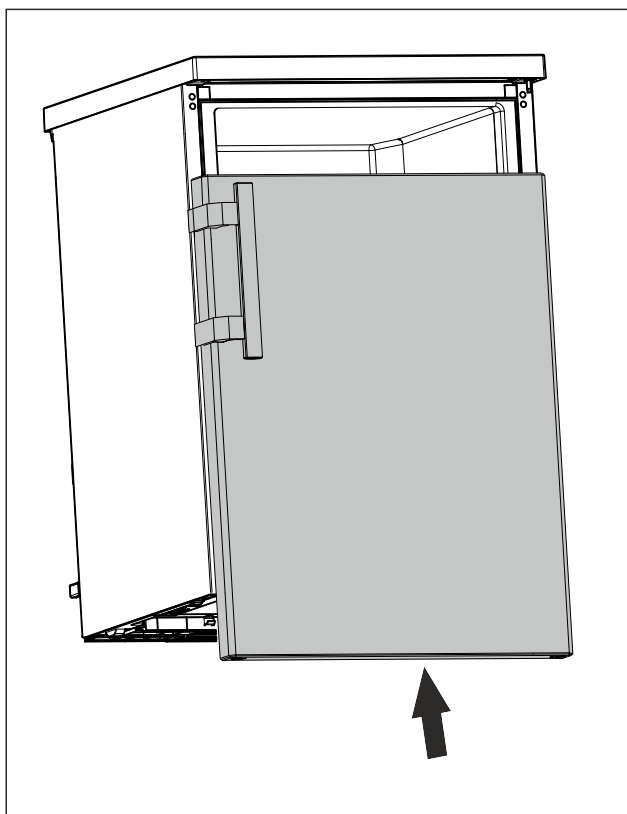

Fig. 16
- ▶ Skyv døren i lukket tilstand på den øvre bolten. (se Fig. 16)